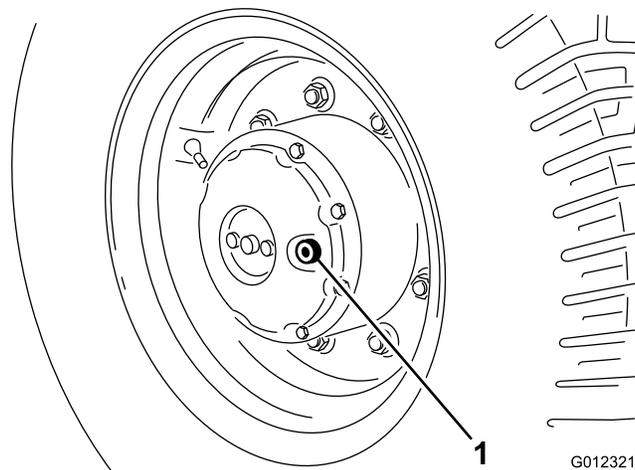

Figura 37
1. Estacione a máquina numa superfície nivelada com o furo do tampão de verificação/escoamento (Figura 37) na posição das 3 ou 9 horas.